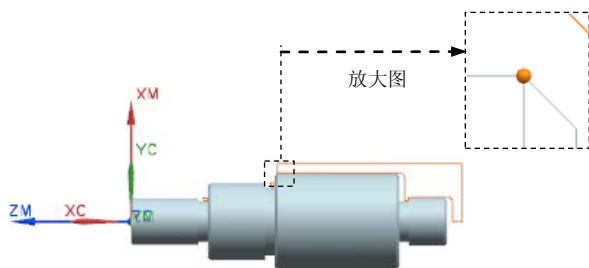

图 9.23 选取点
Step2. 在“切削区域”对话框 轴向修剪平面 1 区域的 限制选项 下拉列表中选择 点 选项, 然后单击“点对话框”  按钮, 系统弹出“点”对话框, 在绘图区域选取图 9.23 所示的点, 单击 确定 按钮。